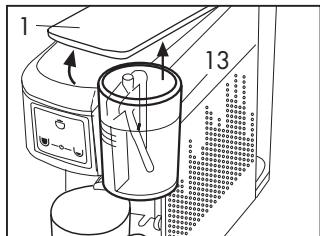

Fig. 16
- Dans le 1 seconde qui suivent la sortie du café presser la touche (C)  et la garder enfoncée jusqu'à obtenir la quantité de café souhaitée; la machine interrompra la distribution et la quantité restera mémorisée pour les distributions suivantes.
Après chaque distribution de lait soulever le levier (1), enlever et vider le verre (13) et le rincer soigneusement. (**Fig.16**)